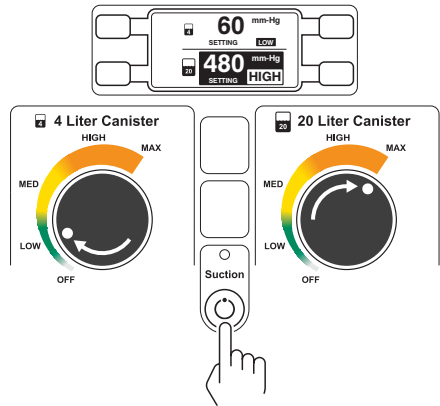

Abbildung 3 – Absaugung einschalten
- Die Taste **ABSAUGUNG EIN/AUS** drücken und das Einstellrad einer der beiden Behälter zur Anpassung der **SAUGLEISTUNGSGRENZEN** auf die maximale Absaugung drehen. Sicherstellen, dass der maximale Saugleistungswert auf der **ANZEIGE AM BEDIENFELD** erreicht wird (Abbildung 3).